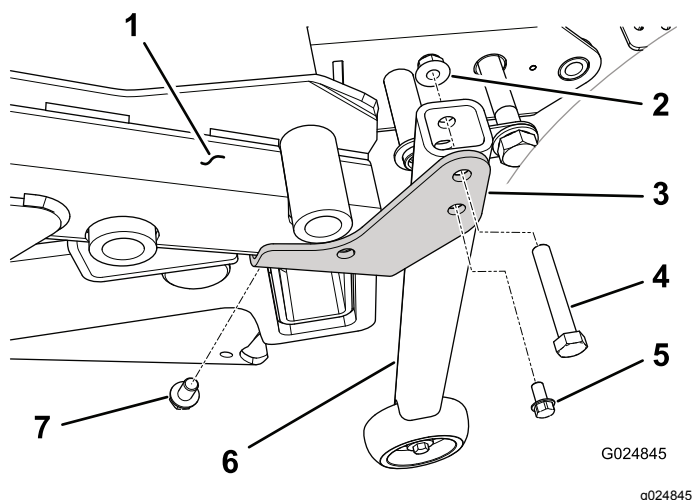

Figure 48
3. Pour les groupes de déplacement dont le numéro de série est postérieur à 313000001, fixez un support de conversion (droit ou gauche) à la face inférieure du coin arrière approprié du cadre du plateau au moyen d'une vis autotaraudeuse ($\frac{3}{8}$ " x $\frac{5}{8}$ ") (Figure 48).
4. Fixez le galet à chaque support de conversion à l'aide d'un boulon ($\frac{3}{8}$ " x $2\frac{1}{4}$ ") et d'un écrou à embase (Figure 48).